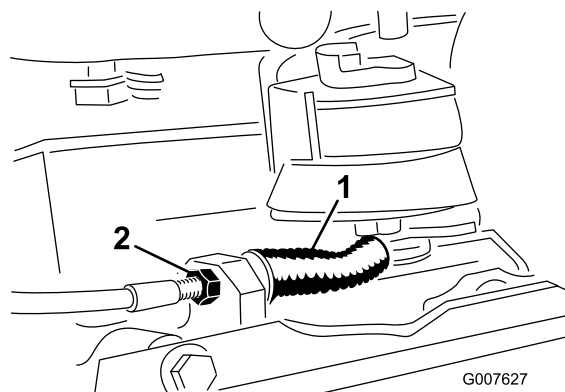

Figure 34
- Pour diminuer la tension du câble, desserrez l'écrou de blocage avant et serrez l'écrou de blocage arrière (Figure 34). Répétez les opérations 1 et 2 et modifiez le réglage au besoin.
- Pour augmenter la tension du câble, serrez l'écrou de blocage avant et desserrez l'écrou de blocage arrière (Figure 34). Répétez les opérations 1 et 2 et modifiez le réglage au besoin.